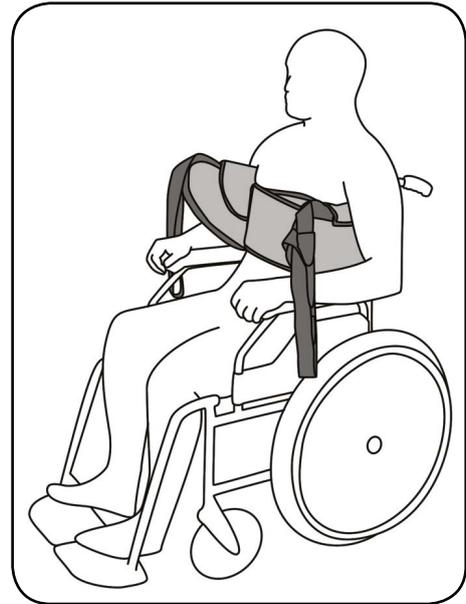

Abb. 9.2.03 – geschlossene Brustschlaufe
7. Verschließen Sie die Brustschlaufe um den Brustkorb des Patienten mit dem Klettverschluss so, dass der Liftergurt in seiner Position fixiert ist und den Patienten nicht einschnürt (Abbildung 9.2.03).